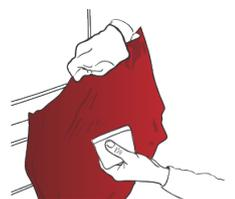

Abbildung 16
- › Gegebenenfalls ist die Folie wieder abzulösen und erneut zu spannen. Anschließend die konvexe Fläche vollständig abdecken und die Folie anbringen. (Abb. 16)